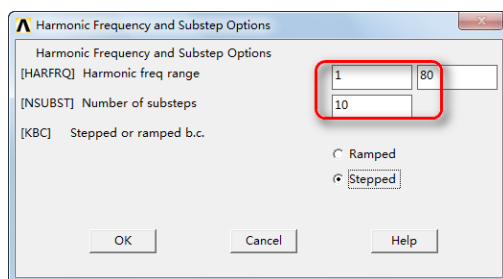

图 13-70 “Harmonic Frequency and Substep Options”对话框
④设置载荷：Main Menu > Solution > Load Step Opts > Time/Frequenc > Freq and Substps, 弹出“Harmonic Frequency and Substep Options”对话框, 在“[HARFRQ] Harmonic freq range”后面依次输入 1 和 80, 在“[NSUBST] Number of substep”后面输入 10, 在“[KBC] Stepped or ramped b.c.”后面单击“Stepped”, 如图 13-70 所示, 单击“OK”按钮。